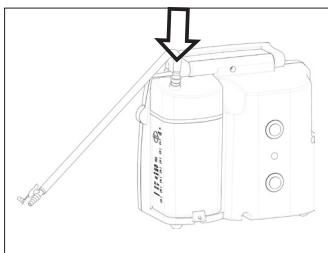

Bild 10.
- Den erforderlichen DDS-Schlauchadapter mit 6 oder 10 mm Durchmesser in die Öffnung des DDS-Behälterdeckels mit leichter Drehung eindrücken (Bild 10).